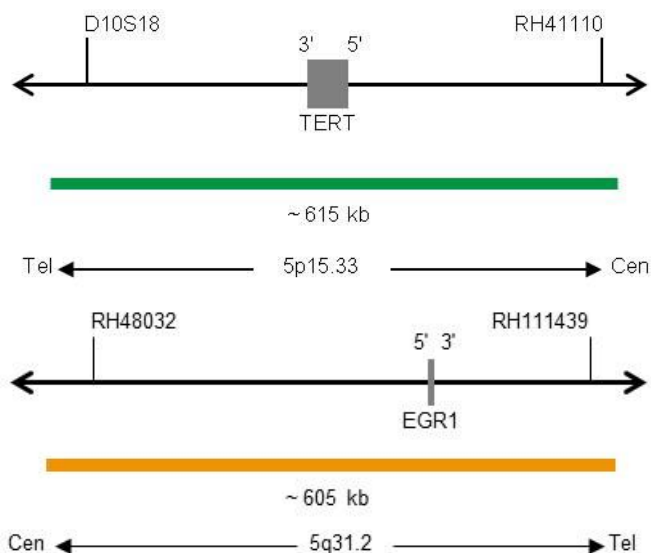

Fig. 1: Cima: SPEC TERT Mapa da sonda; Baixo: SPEC 5q31 Mapa da sonda (sem escala)
- Polinucleótidos (~10 ng/μl) com marcação ZyGreen (excitação 503 nm/emissão 528 nm), dirigidos ao mapeamento de sequências alvo em 5p15.33* (chr5:974,089-1,588,209) contendo o gene TERT (ver Fig. 1).
- Polinucleótidos (~4.5 ng/μl) com marcação ZyOrange (excitação 547 nm/emissão 572 nm), dirigidos ao mapeamento de sequências alvo em 5q31.2* (chr5:137,394,637-137,999,163) (ver Fig. 1).